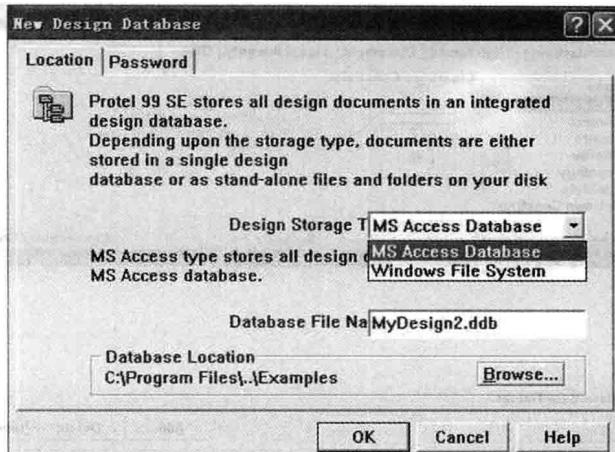

图 1-1 存储方式
(1) 在文件存储方面,Protel 99SE 的档案总管(Design Explorer)提供了两种类型的档案存储格式:一般的 Windows 档案系统格式和 Microsoft Access 数据库档案格式,如图 1-1 所示。